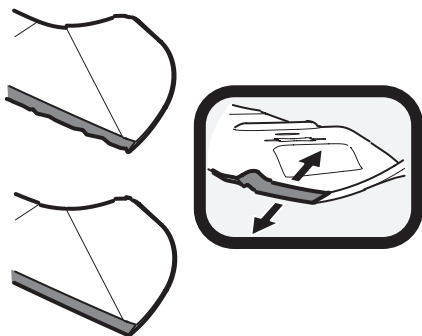

Figure 51
1. Pour aiguiser correctement les lames de coupe, aiguisiez les deux tranchants des lames de façon égale, parallèlement à la voile, à un angle de 25° à 30°. Aiguisiez toujours chaque lame de coupe de façon égale pour assurer l'équilibre des lames (Figure 51).